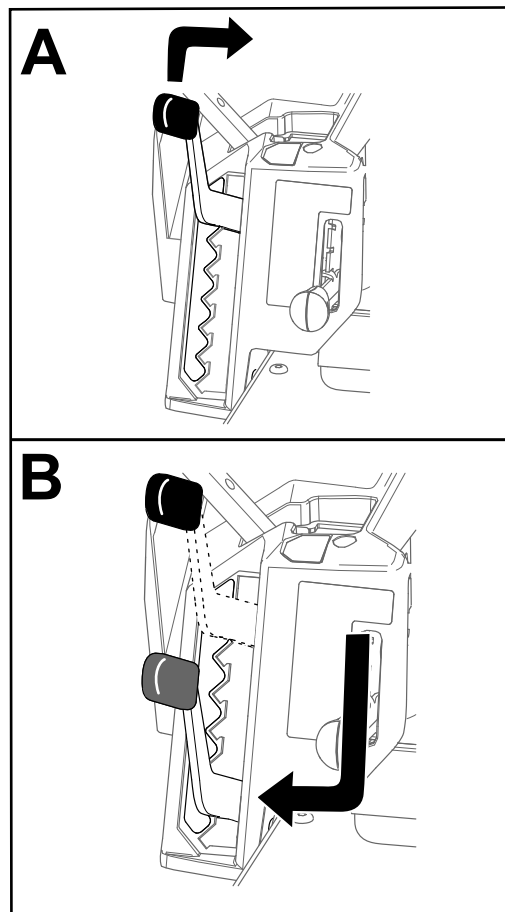

Figura 28
**Nota:** La posizione di trasferimento è la posizione dell'altezza di taglio superiore o pari a 114 mm, come illustrato nella Figura 28.
Potete regolare l'altezza di taglio da 38 a 114 mm, con incrementi di 13 mm. L'altezza di taglio è controllata dalla leva situata a destra della posizione di lavoro (Figura 28).